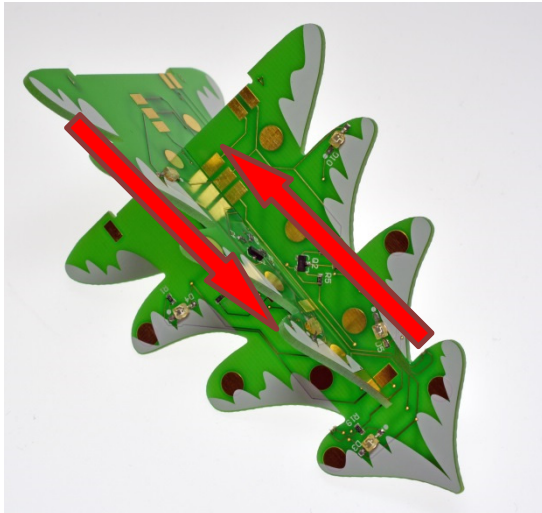
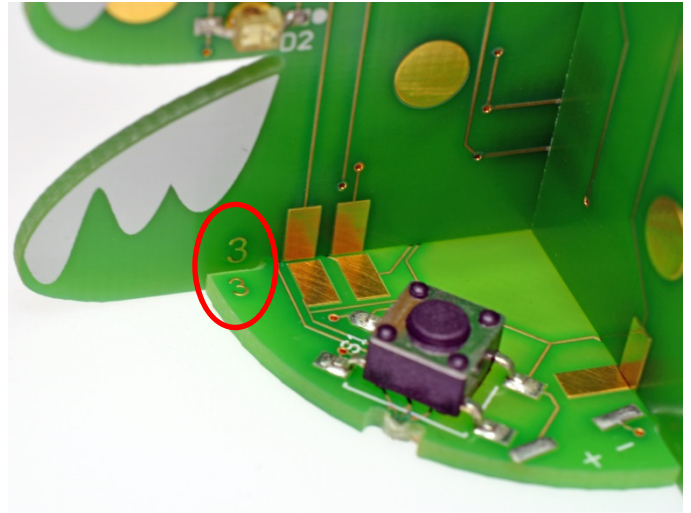

Abb. 3-1
Abb. 3-2
3. Die zwei Bäume nun miteinander verbinden (Abb. 3-1). Der zusammengesteckte Baum wird auf die Bodenplatte aufgesetzt. Am Boden des Baumes und auf der Bodenplatte befinden sich Nummern, die nun übereinstimmen sollten (Abb. 3-2), anderenfalls ist die Zusammenstellung entsprechend zu verändern.